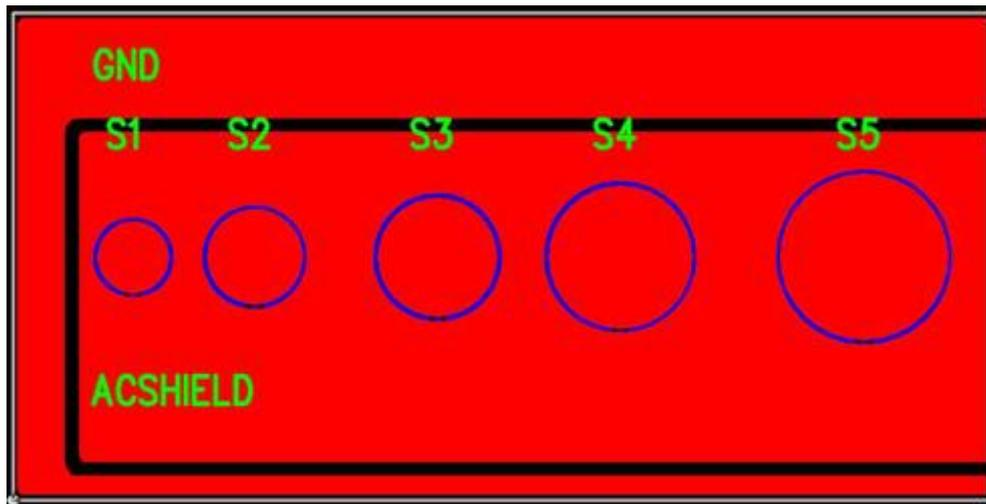
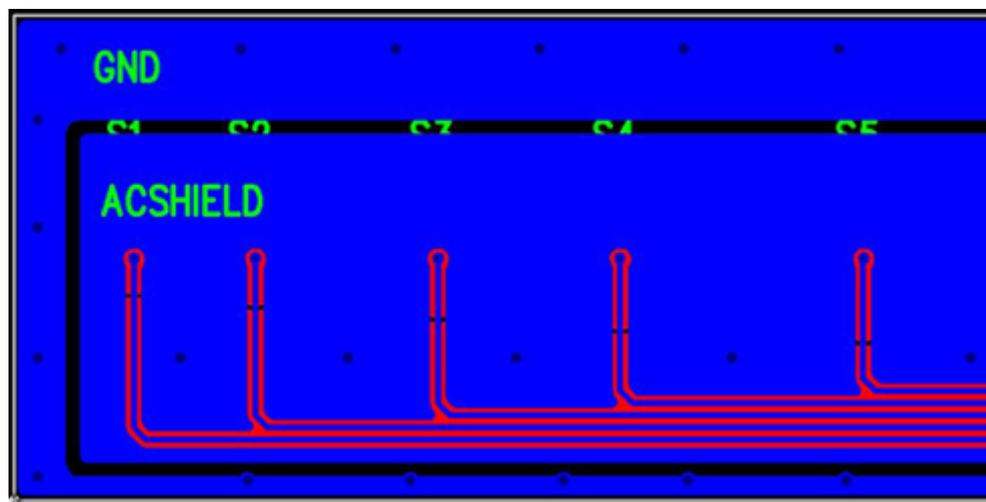
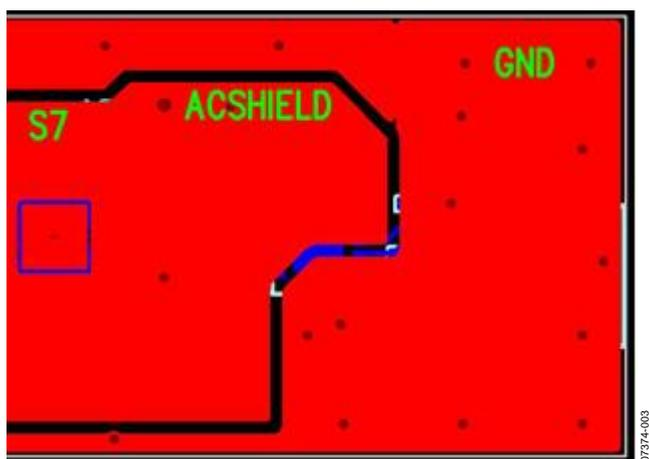
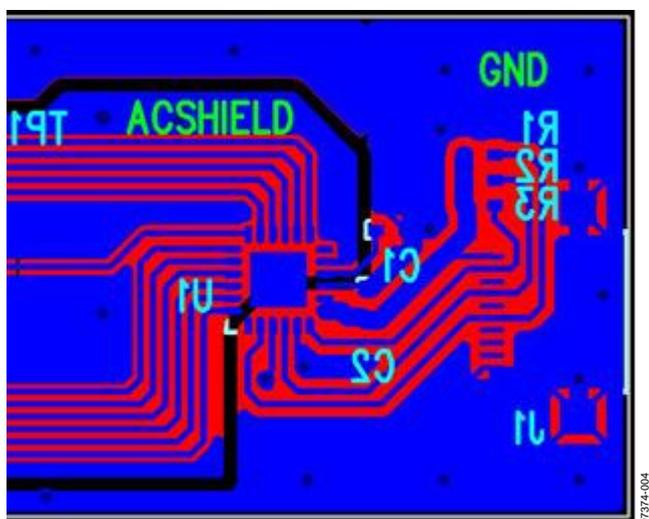

図 1. センサー・レイアウト例、最上層
図 2. センサー・レイアウト例、最下層
図 3.AD7147 または AD7148 のレイアウト例、最上層
図 4.AD7147 または AD7148 のレイアウト例、最下層
- PCB のすべての層で、センサーとセンサー・パターンの周囲を ACSHIELD プレーンで囲む必要があります。ACSHIELD プレーンは、センサーとセンサー・パターンの周囲で少なくとも 1 mm 離れている必要があります (レイアウト例については図 1～図 4 参照)。
- シリアル・インターフェースと PCB 上のセンサー領域以外の領域を囲んでグラウンド・プレーンを配置します。ACSHIELD プレーンとグラウンド・プレーンとの間の間隔は、製造許容偏差に応じて 0.2 mm または 0.4 mm とすることができます (図 1 と図 2 参照)。
- AD7147 または AD7148 をレイアウトする際、ACSHIELD プレーンは CIN パターンとピンを囲むように配置し、グラウンド・プレーンはシリアル・インターフェースと他のデジタル・ピンを囲むように配置します (図 3 と図 4 参照)。同じ ACSHIELD とグラウンド・プレーンを下の各 PCB 層にも設ける必要があります。
ESD 保護デバイスの使用の他に、センサーと AD7147 または AD7148 へのセンサー配線の周囲に幅 2 mm の  $AC_{SHIELD}$  プレーンを配置することが推奨されます。この領域からボード外縁へ広がるグラウンド・プレーンを設ける必要があります。これにより、ESD パルスにとって、 $AC_{SHIELD}$  パターンまたは  $C_{IN}$  パターンへ向かう代わりに、グラウンドへ向かう最小抵抗パスが用意されます。センサー PCB 上のグラウンド・プレーンと  $AC_{SHIELD}$  プレーンの配置を示すレイアウト例を図 1～図 4 に示します。